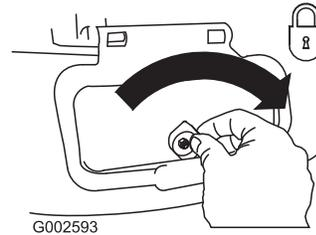

Figur 36
3. Montera sidoutkastarriktaren och stäng luckan till riktaren (Figur 36).